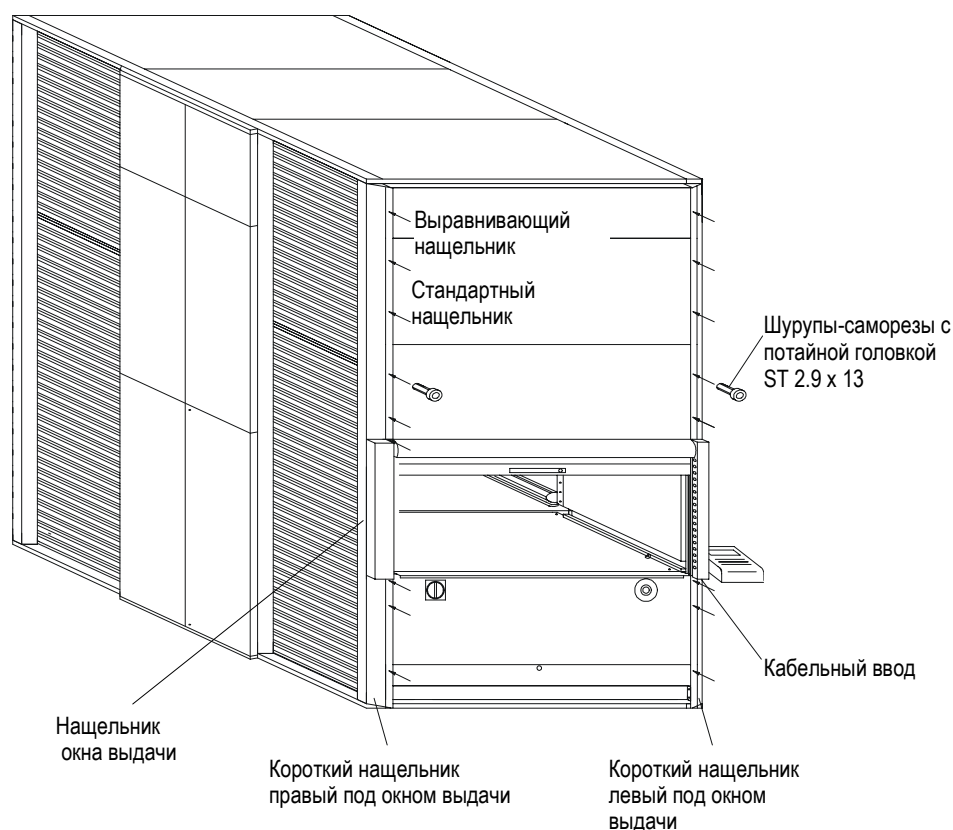

Рис. 52: Монтаж нащельников
- 1 Наденьте левый и правый боковые нащельники на передней стороне (см. рис. 52) и зафиксируйте на передних стенках с помощью шурупов-саморезов с потайной головкой DIN 7982/ISO 7050 St 2.9 x 13 (см. SP 1).
При монтаже нижнего нащельника установите кабельный ввод (пластик) для кабеля клавиатуры (см. рис. 52).